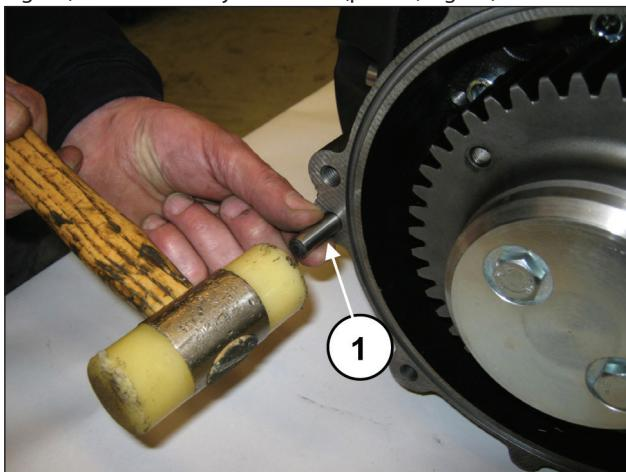
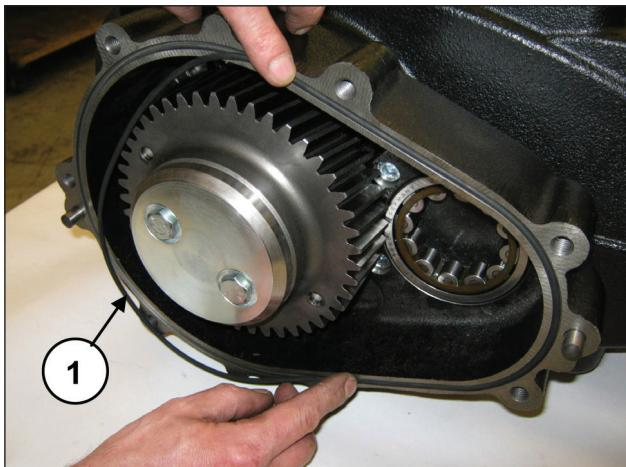

Fig. 80
Fig. 81
Colocar las 2 clavijas Ø10x24 en la caja del reduktor (pos. ①, Fig. 80) e introducir la junta tórica (pos. ①, Fig. 81).